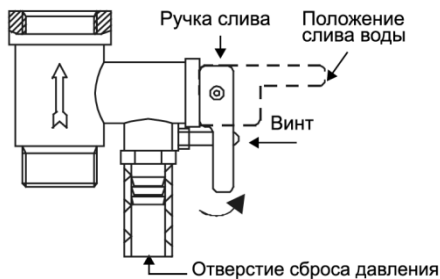

Рисунок 5
4. На входной патрубке, обозначенный голубым цветом и стрелкой направления течения воды, накрутите предохранительный клапан так, чтобы течение воды совпадало с направлением стрелки на корпусе клапана. На отверстие сброса давления предохранительного клапана (см. рисунок 5) оденьте дренажную трубку* для отвода воды (возможно появление при нагревании) в канализацию (трубку необходимо направить строго вниз и запрещено перегибать её).
- открутить винт обратного предохранительного клапана и перевести ручку в горизонтальное положение, из отверстия предохранительного клапана должна потечь вода (см. рисунок 5).